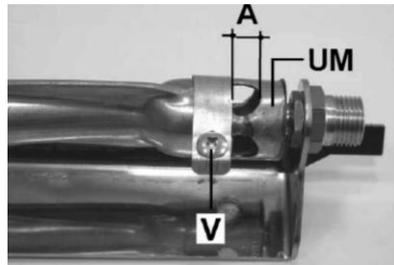

Abb. 3
6. Bringen Sie den Luftregler auf den in der Tabelle 2 angegebenen Abstand A (Abb. 3).
7. Die Schraube V (Abb. 3) wieder fest verschrauben.